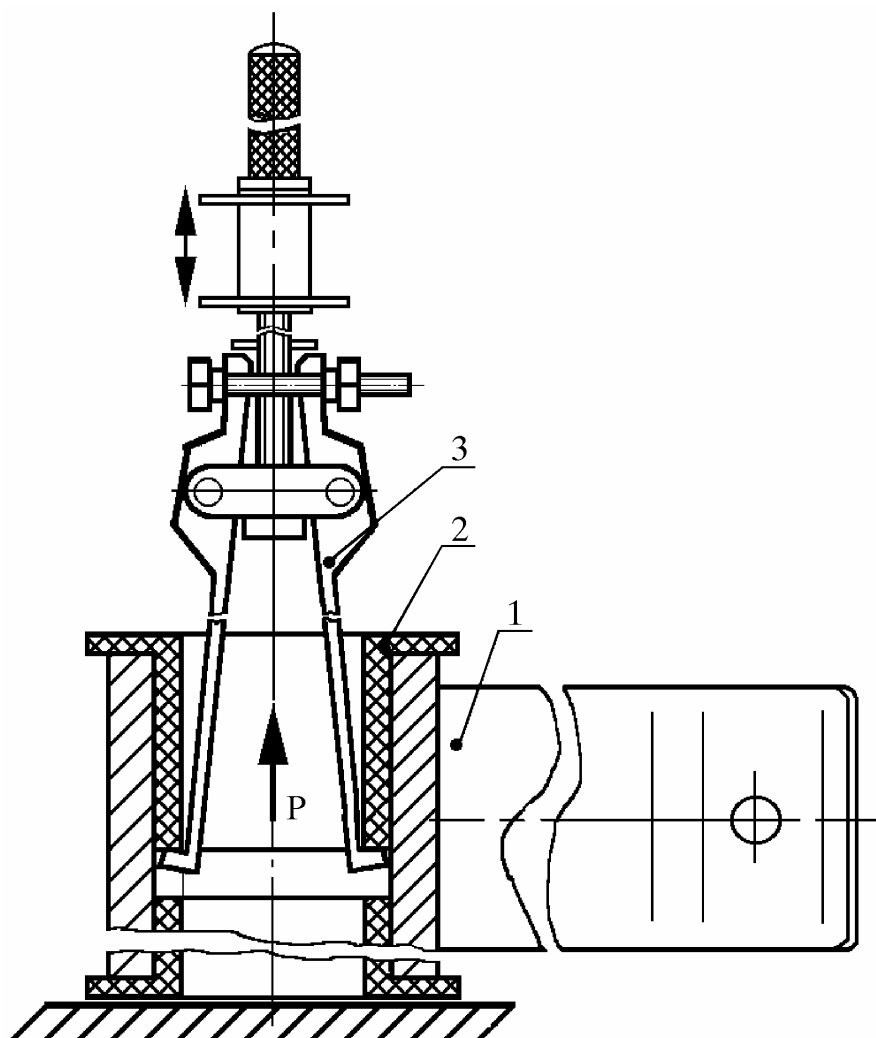

Рис. 4. Выпрессовка втулок из корпуса опоры механизма управления:
- 3.2. Приспособление и оправка технологические - для выпрессовки вкладыша шарнира (рис. 4).
5.2.1. Установить корпус 1 (рис. 4) опоры рычагов в сборе на верстак (стол-верстак ОПГ-1468).